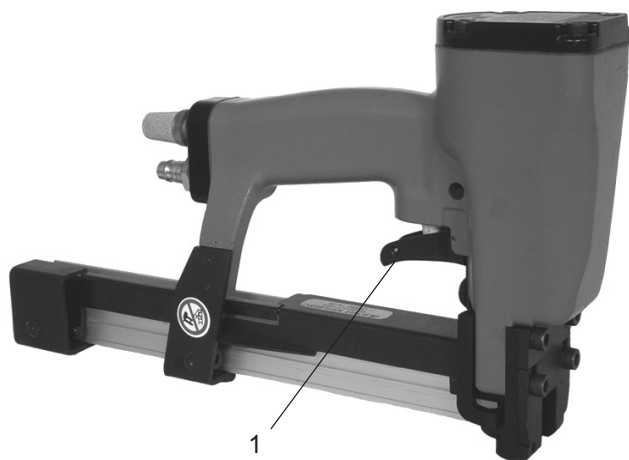

Fig. 2
1. Klammergerät gegen das Packgut drücken and Abzug (Fig. 2/1) betätigen. Vorgang für nächste Klammerung wiederholen.